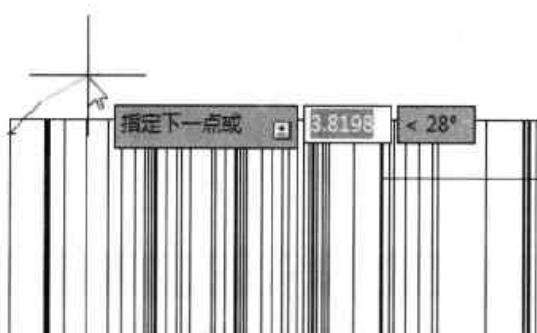

图12-59 绘制斜线
**Step22** 在命令行中输入“@0, -1”，按下回车键，再输入“@3<45”，如图 12-59 所示。